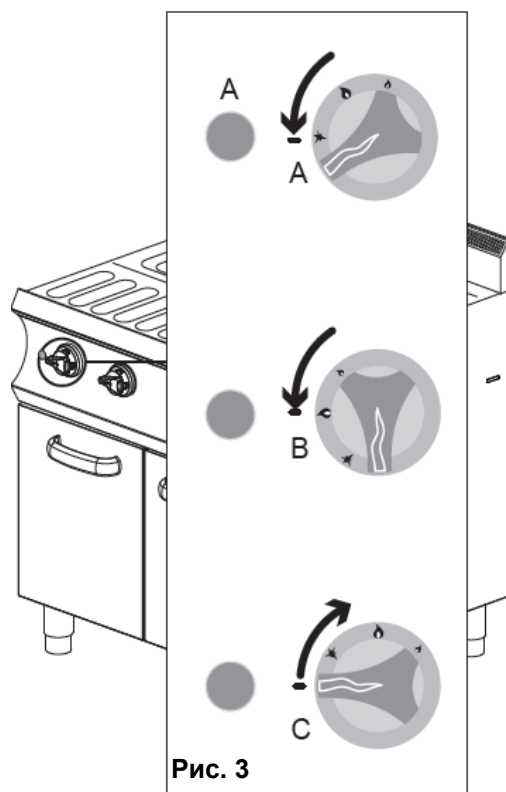

Рис. 3
- Повернуть рукоятку в положении розжига и нажать на неё. Одновременно с этим несколько раз нажать кнопку пьезоэлектрического поджига для формирования искры, поджигающей запальник (рис. 3А);
- После розжига запальника перевести рукоятку в требуемое положение (рис. 3В);
- Перевести рукоятку в нулевое положение (рис. 3С) для выключения изделия после окончания готовки.